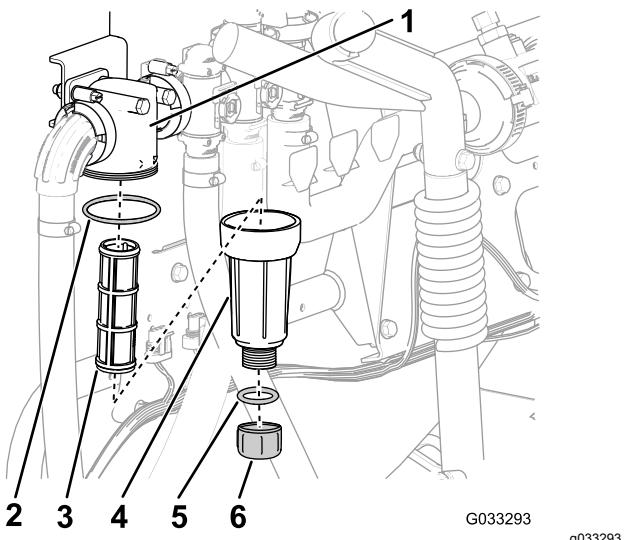

Рисунок 15
2. Поместите сливной поддон под фильтр линии нагнетания (Рисунок 15).
3. Поверните крышку сливного отверстия против часовой стрелки и снимите ее со стакана фильтра линии нагнетания (Рисунок 15).
4. Поверните стакан против часовой стрелки и отделите его от головки фильтра (Рисунок 15).
5. Снимите элемент фильтра линии нагнетания (Рисунок 15).
7. Проверьте прокладку пробки сливного отверстия (расположенную внутри стакана) и прокладку стакана (расположенную внутри головки фильтра) на наличие повреждений и износа (Рисунок 15).
8. Вставьте элемент фильтра линии нагнетания в головку фильтра (Рисунок 15).
9. Установите стакан на головку фильтра, затянув от руки (Рисунок 15).
- Установите крышку сливного отверстия на штуцер в нижней части стакана и затяните крышку от руки (Рисунок 15).